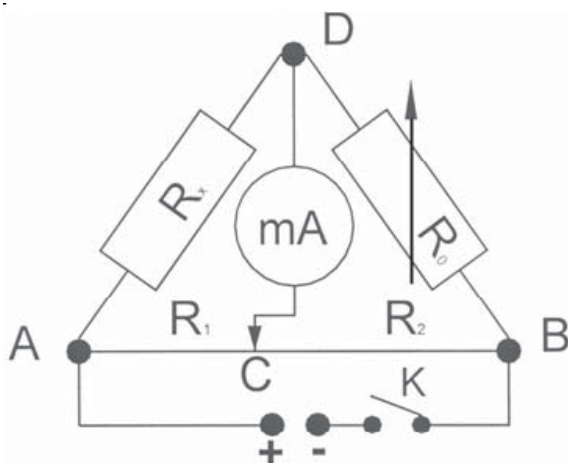

Fig. 1
La struttura di un collegamento a ponte di Wheatstone permette la determinazione di una resistenza sconosciuta (ved. fig. 1).
- Collegare insieme la struttura dell'esperimento, come raffigurato (ved. fig. 1).